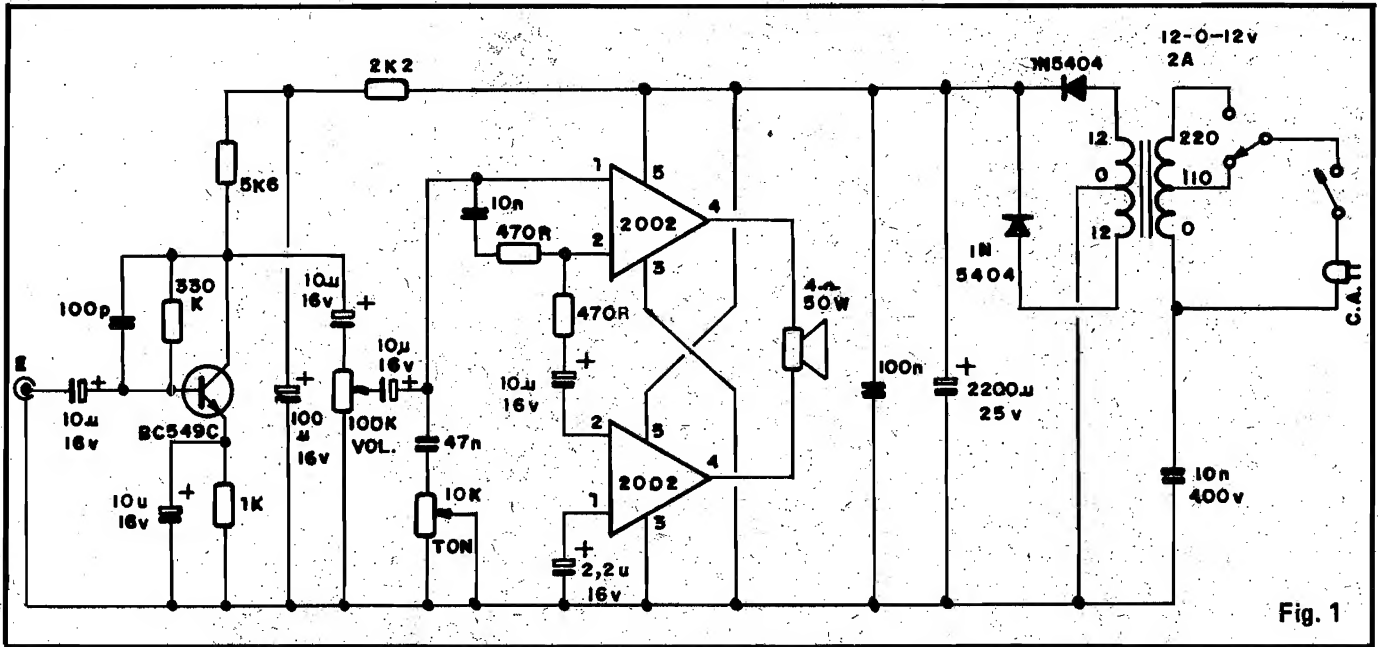

Fig. 1
O “esquema” do AMPLIG 30W está na fig. 1. Vamos observá-lo rapidamente “seguindo o sinal” ou seja, da entrada para a saída. . .
Os pinos centrais (3) dos 2002 correspondem tanto à ligação de “terra” (negativo da alimentação) quanto à própria conexão elétrica da lapela metálica dos componentes. . . Observando novamente o “esquema” (fig. 1) o leitor notará que isso facilita sobremaneira a colocação do dissipador de calor, que pode então ser único para os dois
Na fig. 4 a placa é já vista pelo lado não cobreado, com todos os componentes principais posicionados. A “sombra” do padrão cobreado existente no outro lado da placa também é vista, de modo a facilitar a conferência do posicionamento e ligação dos componentes, em relação ao “esquema” (fig. 1). Os dois Integrados 2002 devem ficar com suas lapelas metálicas bem alinhadas, juntas à borda da placa, facilitando assim a colocação do dissipador, ao final. Observar bem a codificação atribuída às ilhas perifé-